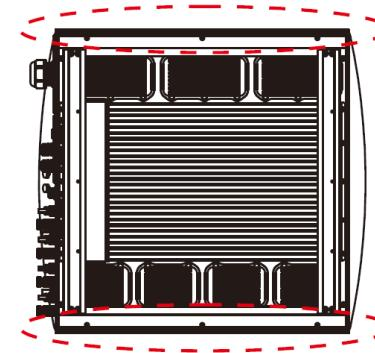

Рисунок 4.2 – Перемещение инвертора
- Требуется два человека, чтобы извлечь инвертор из коробки. Радиатор инвертора образует ручки для удобного переноса инвертора. См. Рисунок 4.2 ниже.